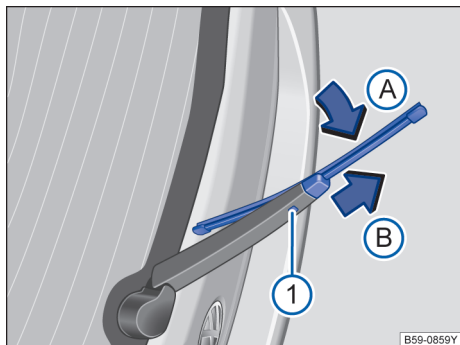

图 213 更换后风窗刮水器刮水片
- 按住解锁按钮→图 213 ①。
- 将后风窗刮水器刮水片朝刮水器摆臂→图 213（箭头 A）方向翻转，同时沿箭头方向 B 拔下。会因此需要用较大的力量。